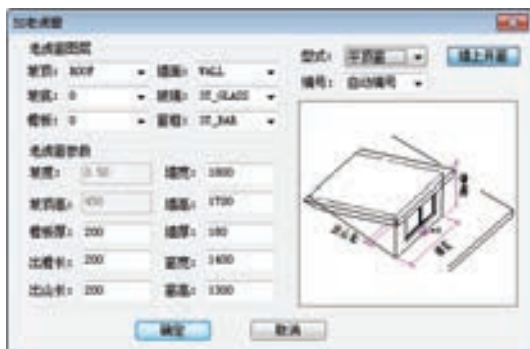

图 7-99 “加老虎窗”对话框
3) 按下〈Enter〉键，在“加老虎窗”对话框中设置参数，结果如图 7-99 所示。